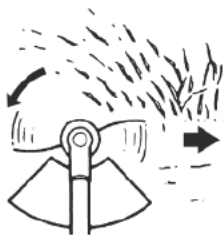

рис. 10
1. Держите бензокосу во время работы таким образом, чтобы косильная головка не касалась постоянно земли. Рис. 10.